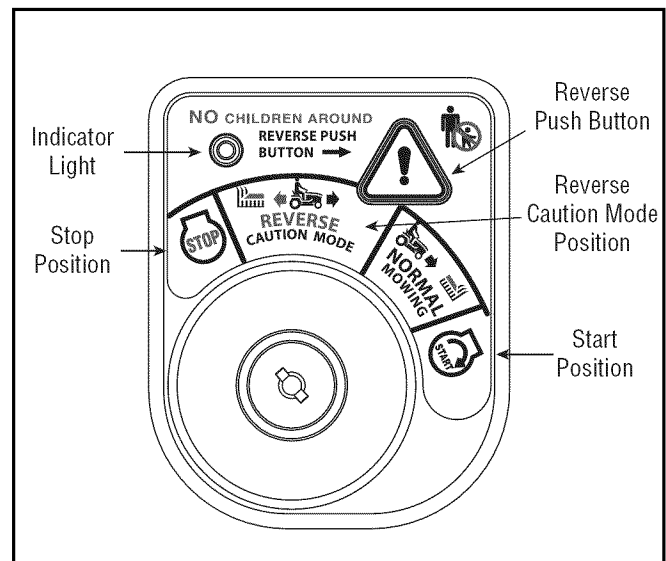

Figura 11
PRECAUCIÓN EN REVERSA (amarillo) del módulo de la llave de contacto. Vea la Figura 11.
3. Presione el **BOTÓN PULSADOR DE REVERSA** (botón triangular de color naranja) en la esquina superior derecha del módulo de la llave de contacto. La luz indicadora roja en la esquina superior izquierda del módulo de la llave de contacto estará **encendida (ON)** mientras permanezca activado el Modo de Precaución en Reversa. Vea la Figura 11.
4. Una vez activado el Modo de Precaución en Reversa (con la luz indicadora **encendida (ON)**), el tractor podrá conducirse en reversa con las cuchillas de corte enganchadas.